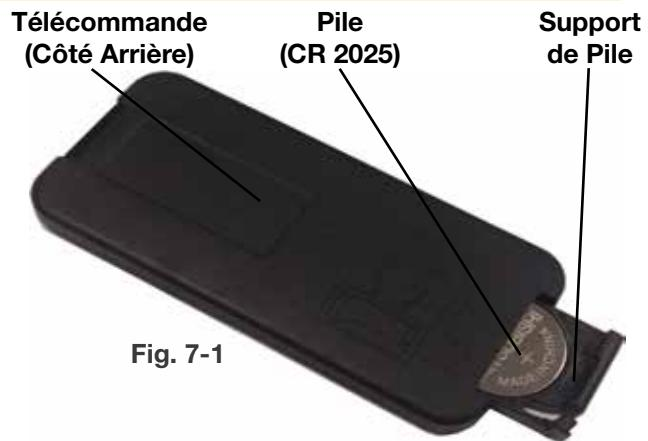

Fig. 7-1
- Pour retirer le support de pile, tournez la télécommande vers l'arrière et appuyez sur le levier latéral gauche vers le centre tout en tirant le support de pile à l'aide de la fente fournie (Fig. 7-1).